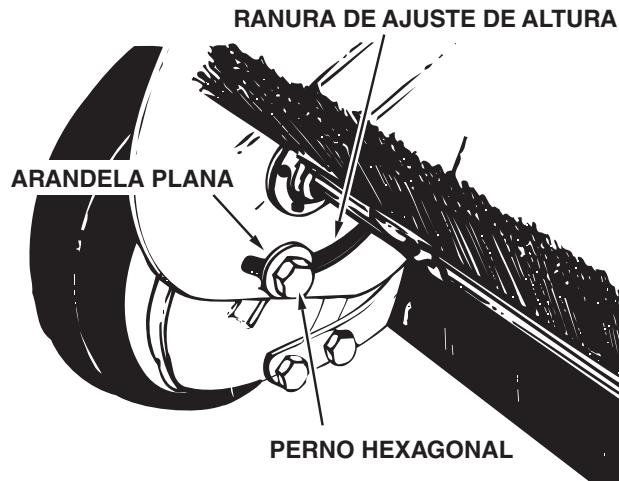

FIGURA 19
- Haga una revisión para verificar que no haya partes dañadas, como los cepillos y las ruedas. Vea la figura 19.